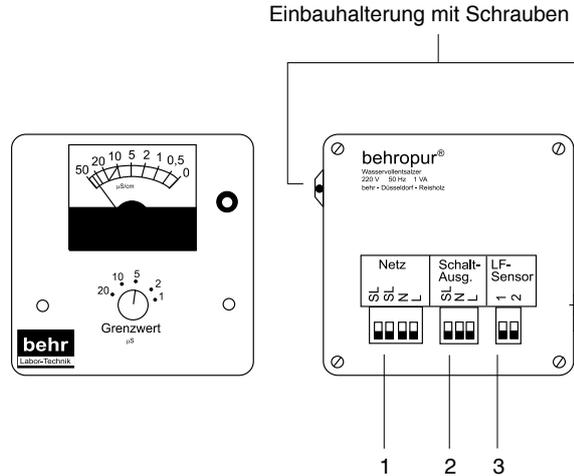

Bild 5: Einbauversion eines Leitwertmeßgerätes mit Grenzwertabschaltung
3. Mitgelieferte Halterung (Bild 5) aufschieben und Leitwertmeßgerät festschrauben.
4. Drähte an der Rückseite des Leitwertmeßgerätes (Bild 5) wie folgt anklemmen: